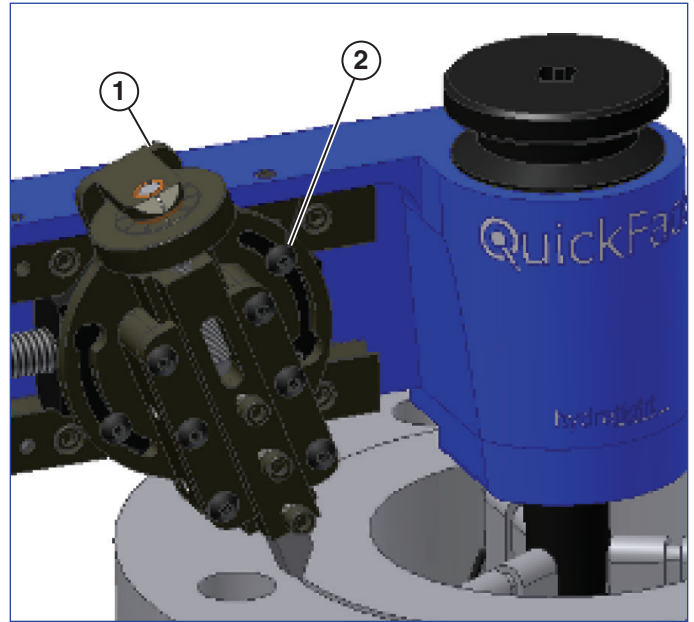

Bild 11
2. Lossa vridslidskruvarna för att luta på vridsliden. Den bästa vinkeln för sliden är mellan 10 och 30 grader från omkretsen. Se till att sliden är tillräckligt lutad för att kunna gå över hela ytan i en kontinuerlig funktion utan att komma ur rörelsen (se bild 11). QuickFace skär från YD mot ID.